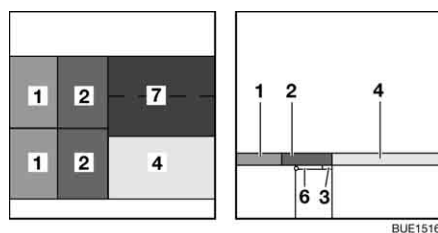

Fig. 139 Après la transformation
- Placer les coussins d'assise (Fig. 139,2) sur les couvercles de coffre de banquette relevés.
- Relever le coussin supplémentaire (Fig. 139,7) et le placer sur la table devant le coussin d'assise (Fig. 139,4).